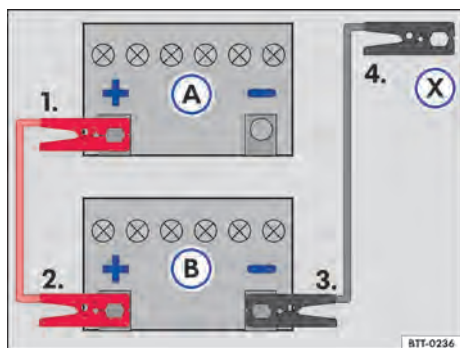

Fig. 164 Esquema para la conexión de los cables auxiliares de arranque: batería del vehículo descargada (A) y batería del vehículo que provee la corriente (B).
Leyenda para → fig. 164:
Conectar el cable de arranque auxiliar solo en la secuencia 1 – 2 – 3 – 4 → fig. 164.
- Conectar una extremidad del cable auxiliar de arranque *rojo* al polo positivo (+) del vehículo con la batería del vehículo descargada → fig. 164 (A) → ⚠️.
- Conectar el otro extremo del cable de arranque auxiliar *rojo* al polo positivo (+) del vehículo que suministra corriente (B).
- Conectar un extremo del cable de arranque auxiliar *negro* al polo negativo de la batería del vehículo que suministra la corriente (B).
- Conectar el otro extremo del cable de arranque auxiliar *negro* (X) al vehículo con la batería descargada en un punto de ayuda al arranque (punto de puesta tierra) o una pieza maciza de metal atornillada firmemente al bloque del motor, sin embargo, no cerca de la batería (A) → ⚠️.